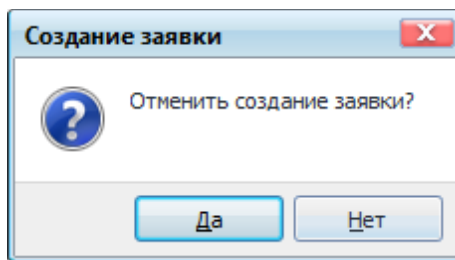

Рисунок 10.6 – Подтверждение отмены создания заявки
- кнопка «Отмена» предназначена для выхода из мастера создания заявки. Для подтверждения отмены создания заявки необходимо нажать на кнопку «Да» в появившемся диалоговом окне «Создание заявки» (Рисунок 10.6). В противном случае необходимо нажать на кнопку «Нет».